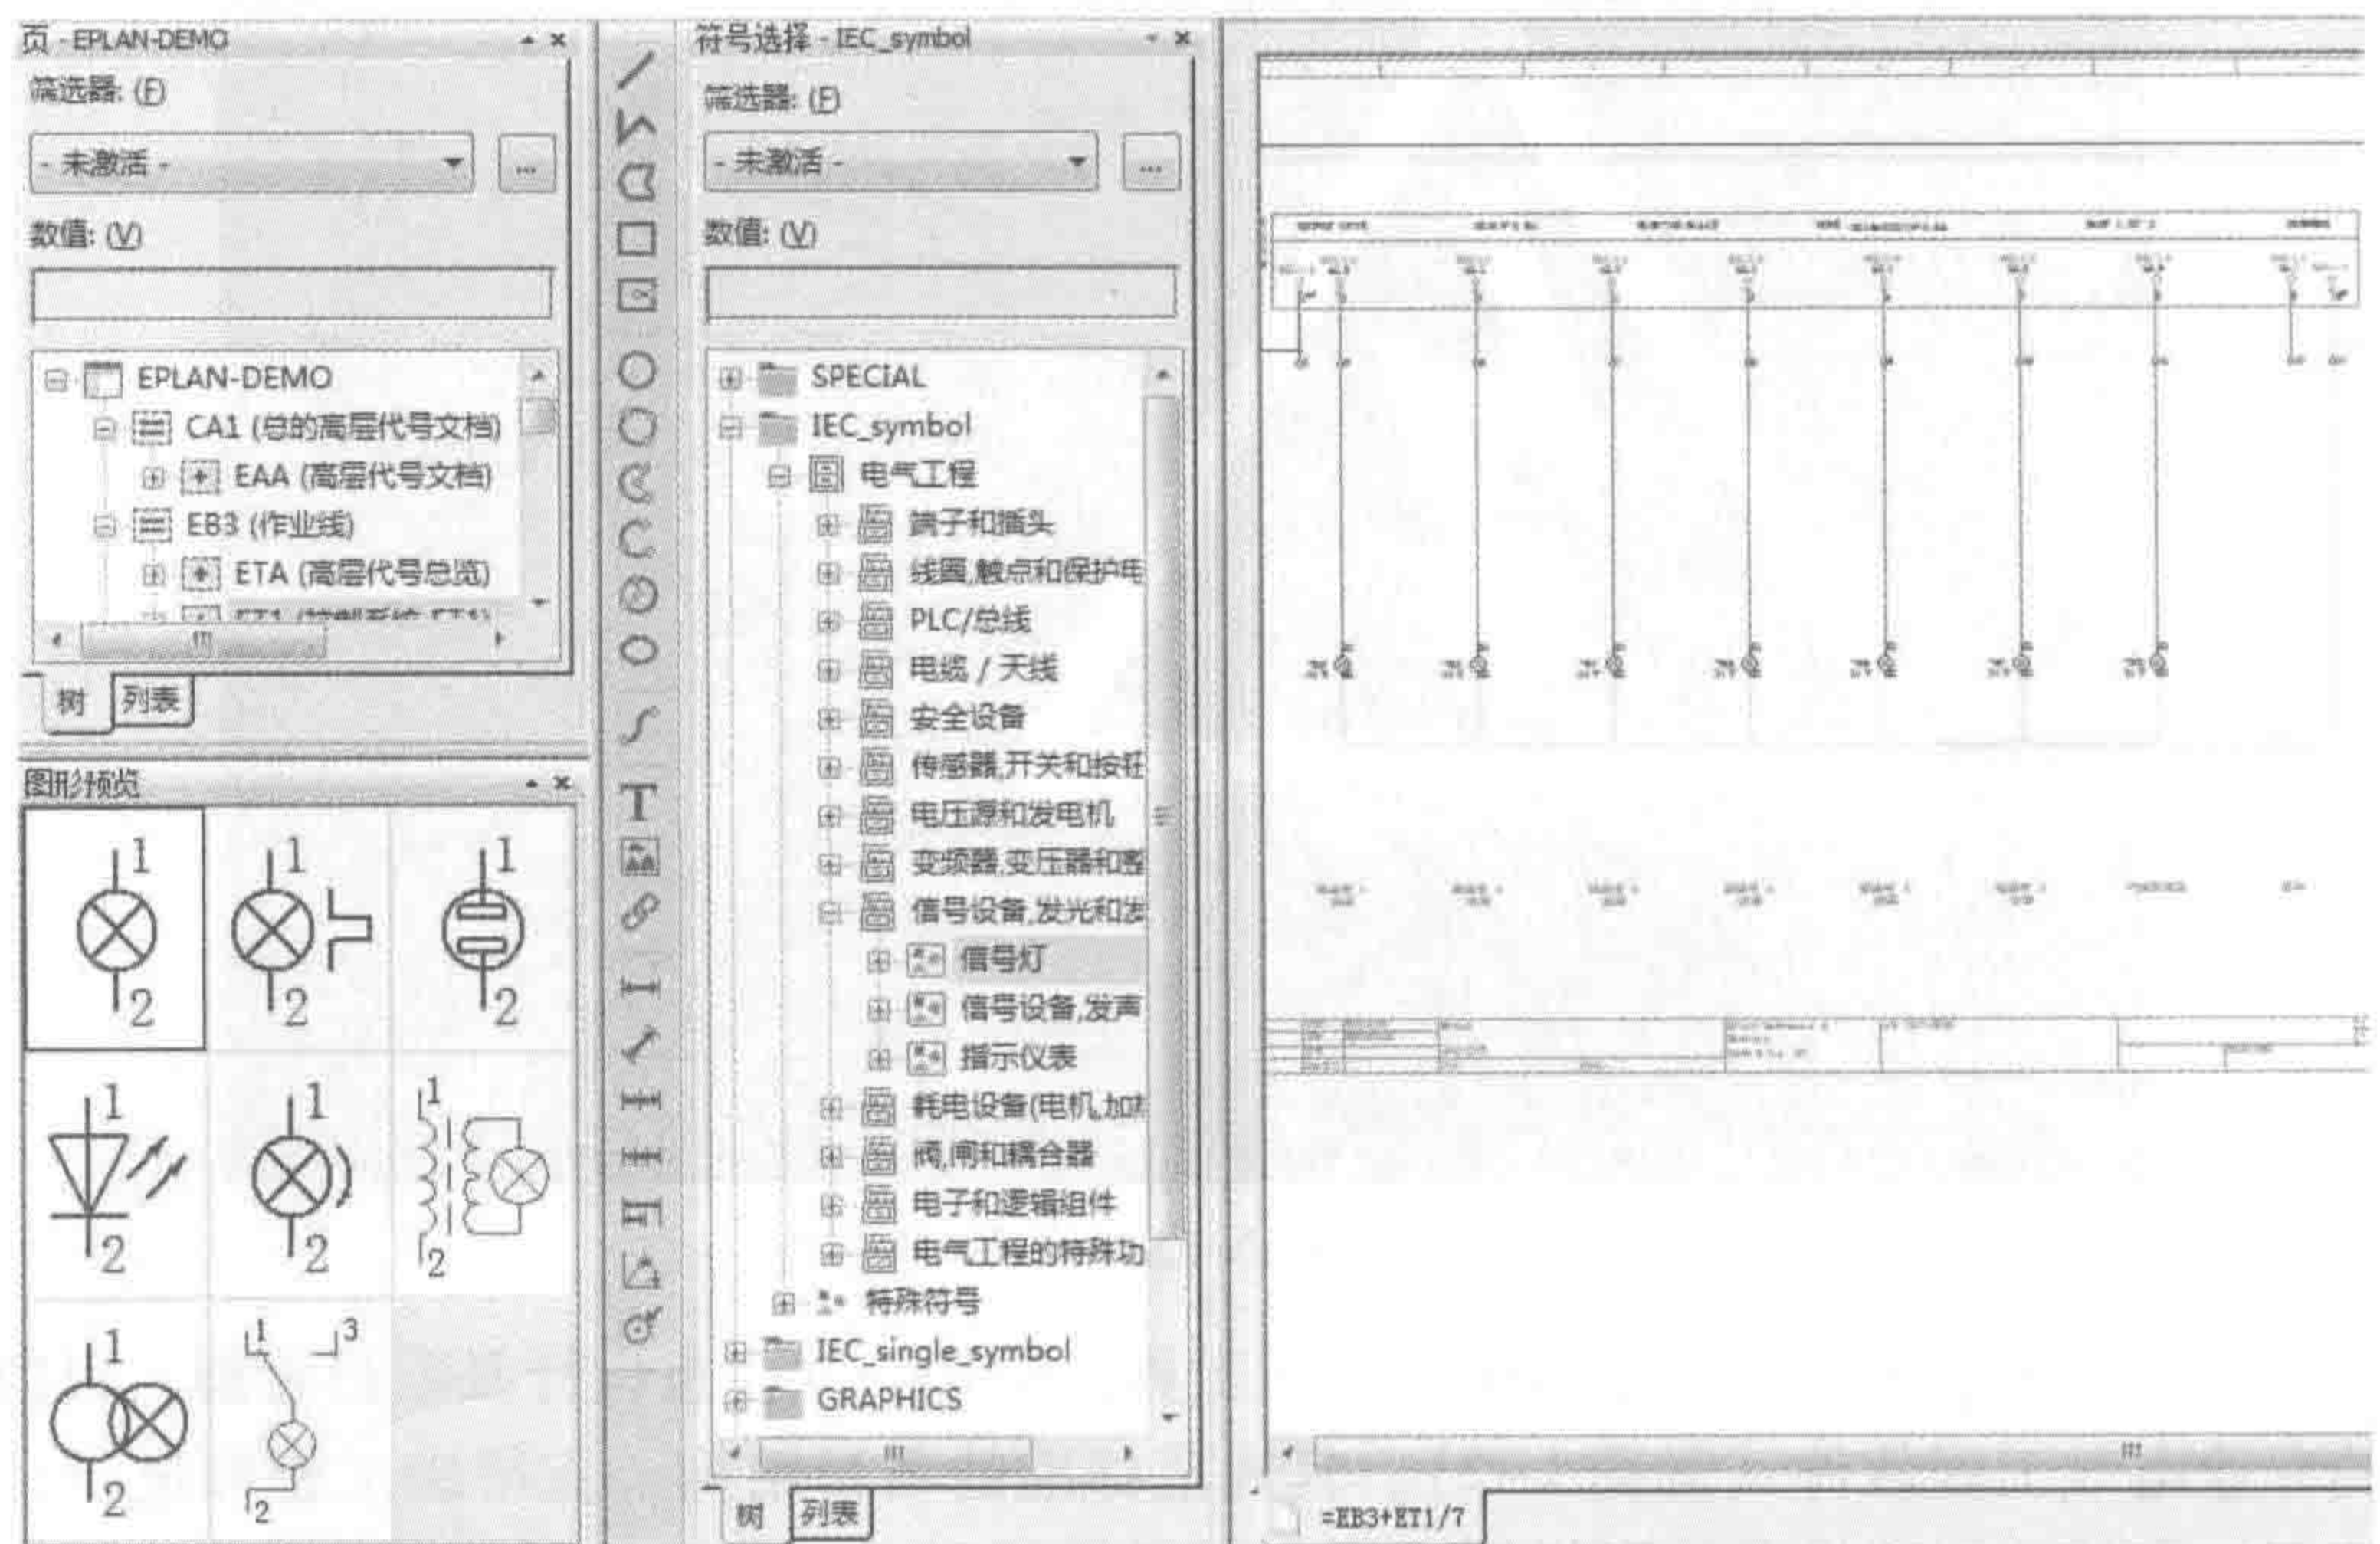

图 1-3 面向图形的设计
1) 面向图形的设计:即传统的电气设计方法,从原理图入手,调用符号绘制原理图,并在此基础上进行元器件的选型,生成工程项目所需的各种表单,如图 1-3 所示。